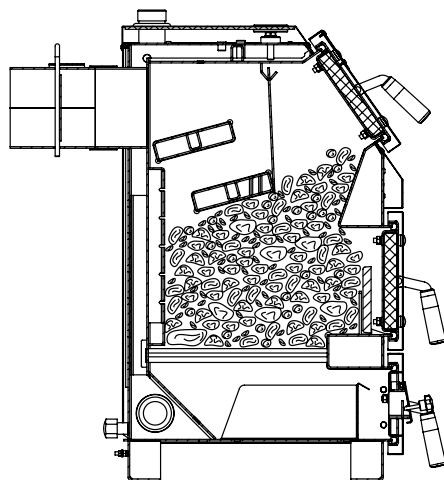

Рис.7 Заполнение котла топливом для режима длительного горения
8.4.9. После достижения желаемой температуры теплоносителя в котле уменьшите количество подводимого воздуха закрытием заслонки на дверце (поз.16). Мощность котла в грубых пределах регулируется с помощью изменения тяги поворотом задвижки (поз.18) в дымоходе. Тонкая регулировка производится заслонкой (поз.15). Дополните по необходимости топку топливом в зависимости от потребления тепла и интенсивности горения. Высота слоя должна быть равномерна по всей глубине топки. Для использования котла в режиме длительного горения, вычистите колосниковую решетку. Хорошо разожгите котел (п.8.4.1-8.4.2), после чего заполните топку через загрузочную дверцу (поз.12). В режиме длительного горения (рис.7) допускается наполнение топки топливом до нижнего края заслонки теплообменника (поз.27). Добавленное топливо хорошо разожгите, а затем снизьте мощность котла, уменьшая тягу путем прикрытия заслонок на дымоходе и дверце котла. Закрывая заслонку дымохода (поз.18) не допускайте выход дымовых газов в помещение котельной.